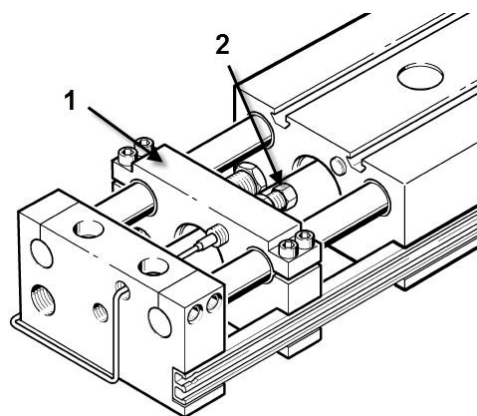

Fig. 8
Pour l'axe-X (Fig. 8) la course peut être raccourcie à l'aide de plaques de butées (1) et une butée réglable (2) permet un ajustage précis de la course.